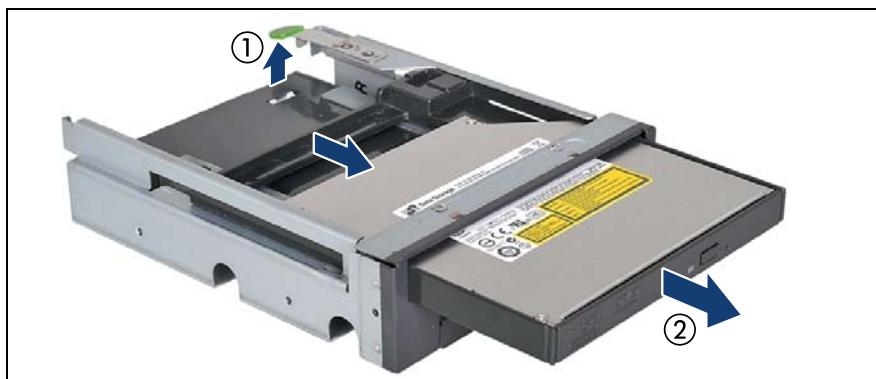

図 305: 薄型 ODD のマルチベイボックスからの取り外し
- ▶ ロックレバーを押し上げて、薄型 ODD ダミーモジュールを外します（図 305 を参照）。